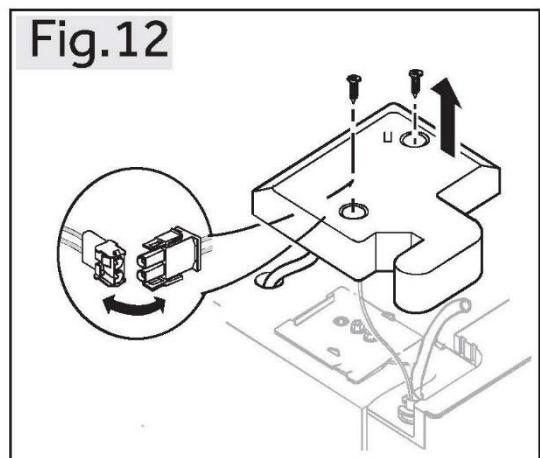

Fig.12
- Svitare la vite di copertura della cerniera e rimuovere la copertura (Fig.12). Quando si rimuove lo sportello del congelatore, scollegare tutti i cavi tranne il cavo di messa a terra.